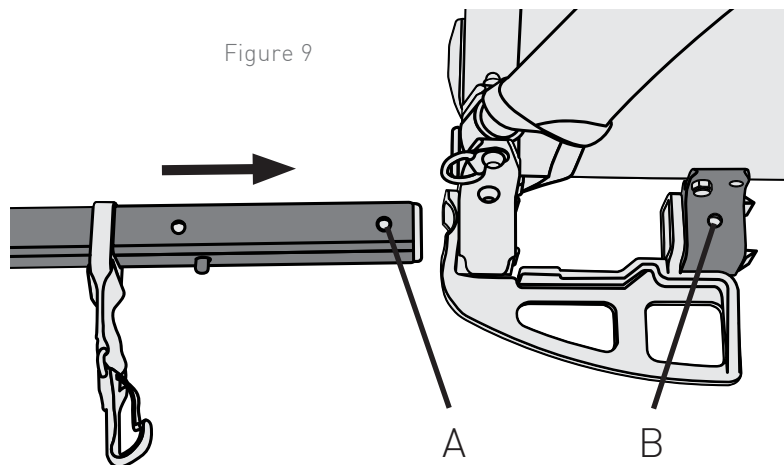

Figure 9
1. Faites glisser la barre de remorquage dans le récepteur jusqu'à ce que l'orifice A s'aligne sur l'orifice B (Figure 9). Le support de la sangle de sécurité rouge doit être aligné avec l'avant du récepteur de la barre de remorquage, ce qui indique que la barre de remorquage est totalement engagée.